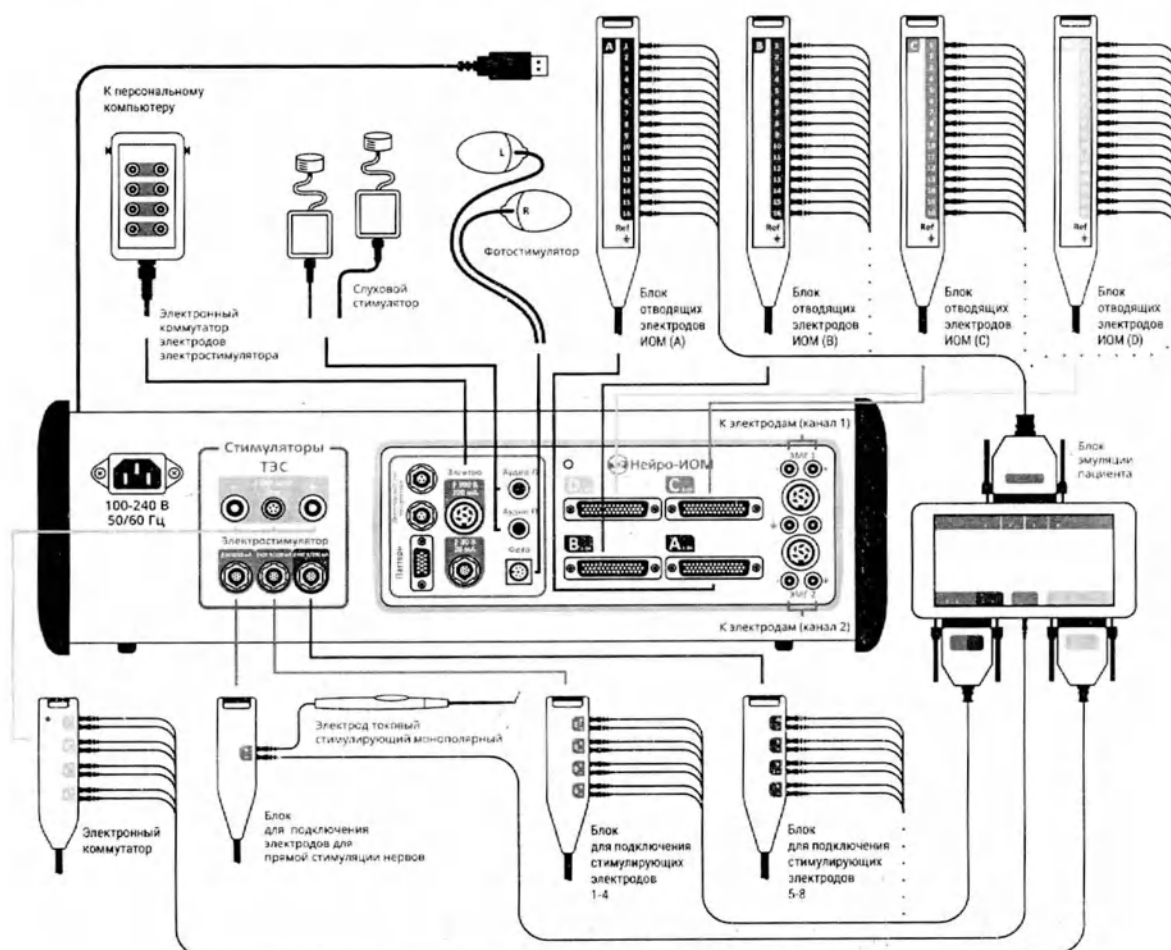

Рис. 28. Схема подключения блока эмуляции пациента к системе «Нейро-ИОМ»
1. Подключение блока эмуляции пациента к системе «Нейро-ИОМ» (схема подключения показана на рис. 28)